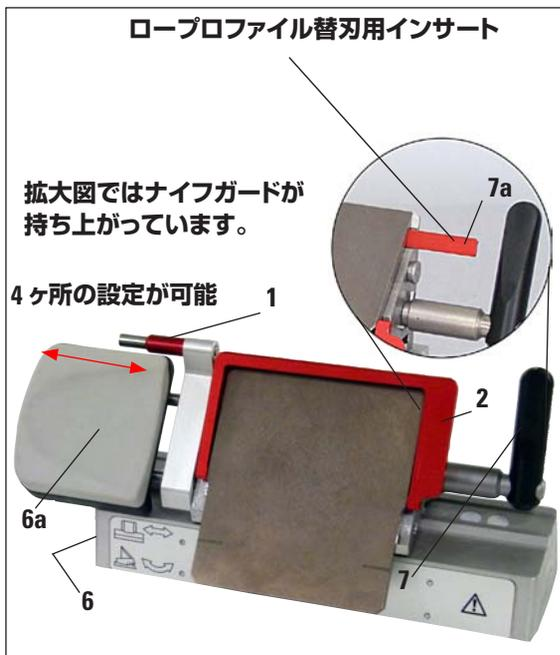

図 14
- ロープロファイル替刃用インサート（7a、図 14）、プレミアムナイフホルダーへの挿入用